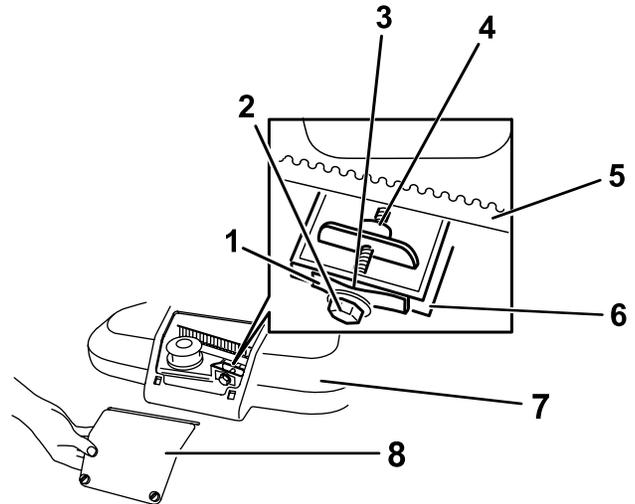

Figura 34
1. Afloje los 2 tornillos del panel de acceso a la cubierta de la correa, y retire el panel (Figura 34).
Nota: Si hay un espacio visible entre la galga y el muelle, apriete el perno de ajuste y la contratuerca hasta que la galga apenas pueda deslizarse libremente por el espacio (Figura 34).